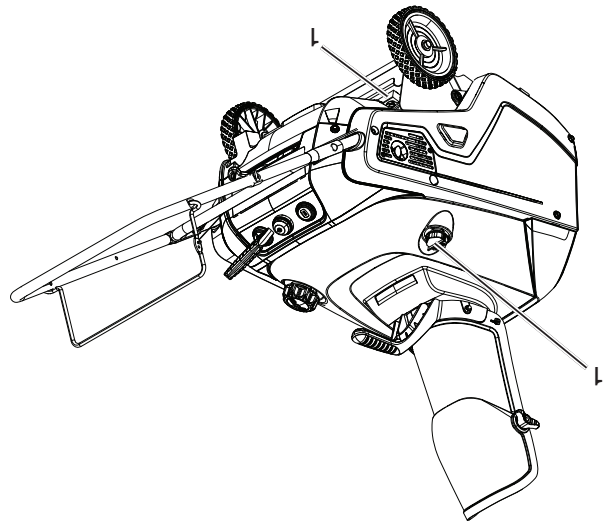

Figure 24
7. Nettoyer la zone autour du bouchon de remplissage d'huile/la jauge (Figure 24).
8. Dévisser le bouchon de remplissage d'huile/la jauge et déposer le tout (Figure 24).